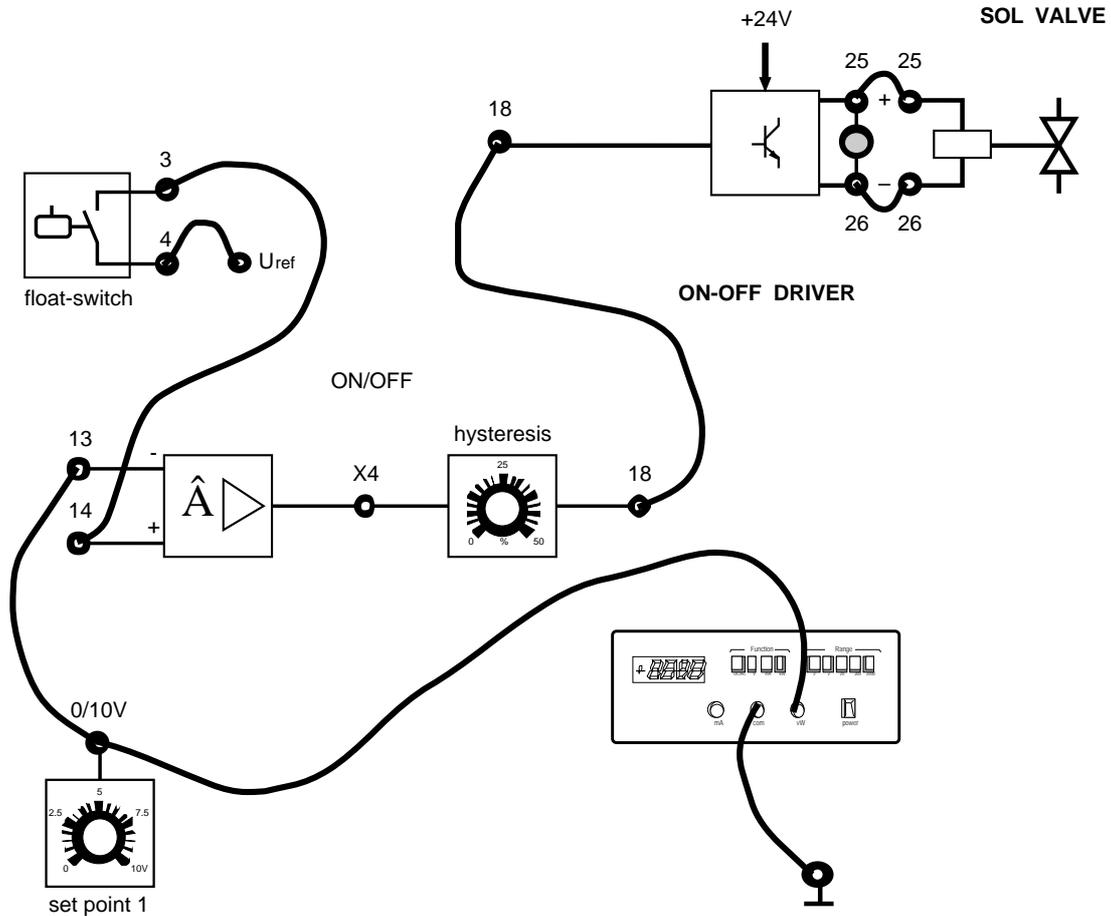
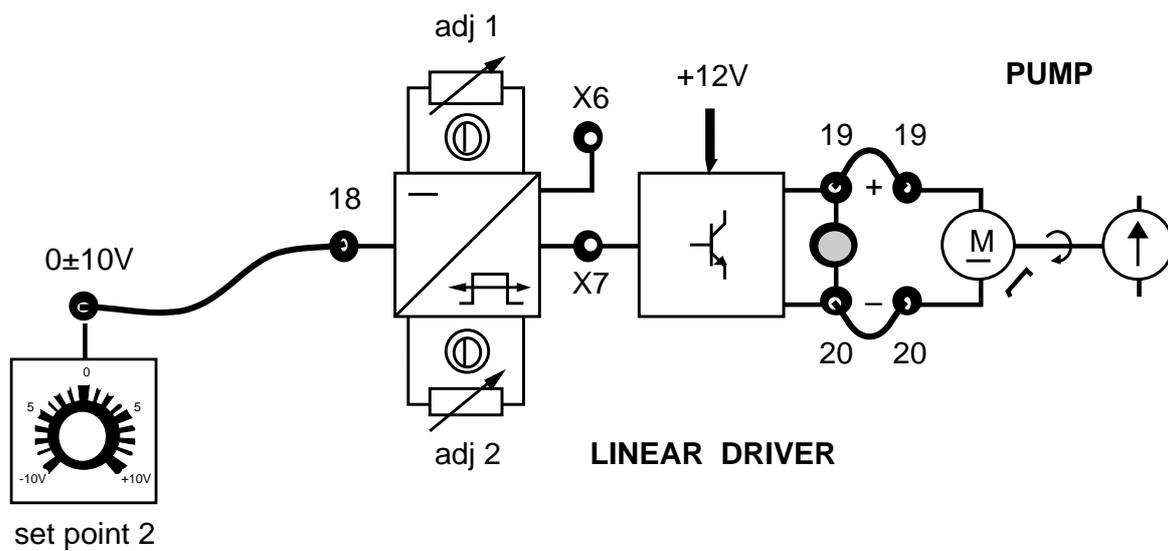

Fig. 8.1
Fig. 8.2
Cuando se ha asegurado de que se conocen los prerequisites, entrega a los alumnos la Ficha 8.1 que representa el cableado del control ON-OFF (fig. 8.1 y fig. 8.2) y prepara el panel de simulación del proceso de la siguiente manera:
- 1) Conectar, mediante los cables, el casquillo 25 del ON-OFF DRIVER al casquillo 25 y el casquillo 26 al 26 (ficha 8.1 fig. 8.1).
- 2) Conectar el casquillo del SET POINT 1 al casquillo 14 del regulador ON-OFF y el casquillo 3 del sensor FLOAT-SWITCH al casquillo 13 del regulador ON-OFF (ficha 8.1 fig. 8.1).
- 4) Introducir un terminal del voltímetro digital, preparado en corriente continua, en el casquillo del SET POINT 1 y el otro en el casquillo de masa (ficha 8.1 fig. 8.1).
- 5) Apretar el interruptor general (ON).
- 8) Conectar el casquillo 19 del LINEAR DRIVER al casquillo 19 y el casquillo 20 al 20 (ficha 8.1 fig. 8.2).
- 9) Conectar el casquillo SET POINT 2 al casquillo 18 del LINEAR DRIVER (ficha 8.1 fig. 8.2).